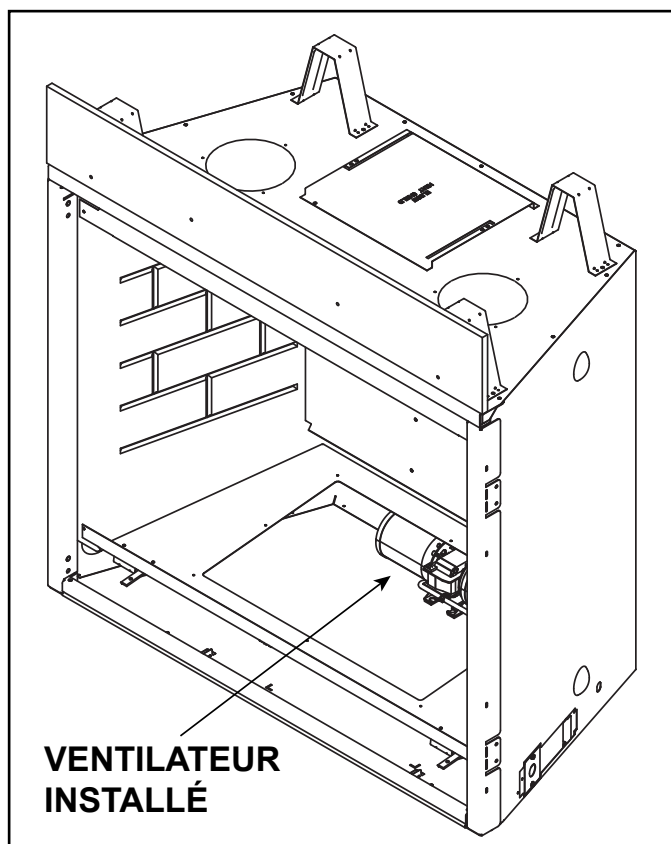

Figure 8.6 Ventilateur installé dans la cavité de la plaque de vanne
- Installez le ventilateur dans la cavité de la plaque de vanne. Voir la figure 8.6.
- L'entretien peut être effectué à travers la cavité de la plaque de vanne. Voir la figure 8.6.